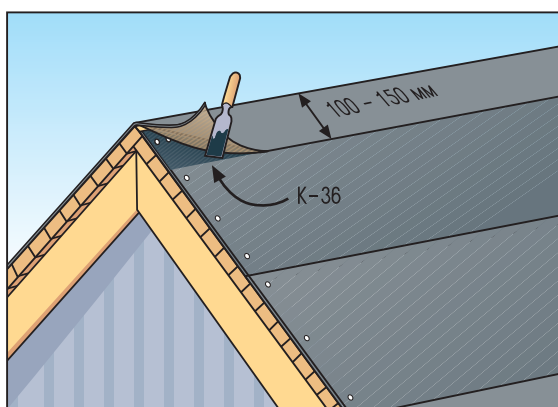

Рис. 4
- На коньке подкладочные коври, уложенные вдоль первого ската, обрезаются по коньку, и затем верхний край гвоздями фиксируется к настилу крыши. Подкладочный ковер противоположного ската перекрывает конек на 150 мм и соединяется с подкладочным ковром первого ската с помощью Битумного клея К-36 (Рис. 4).